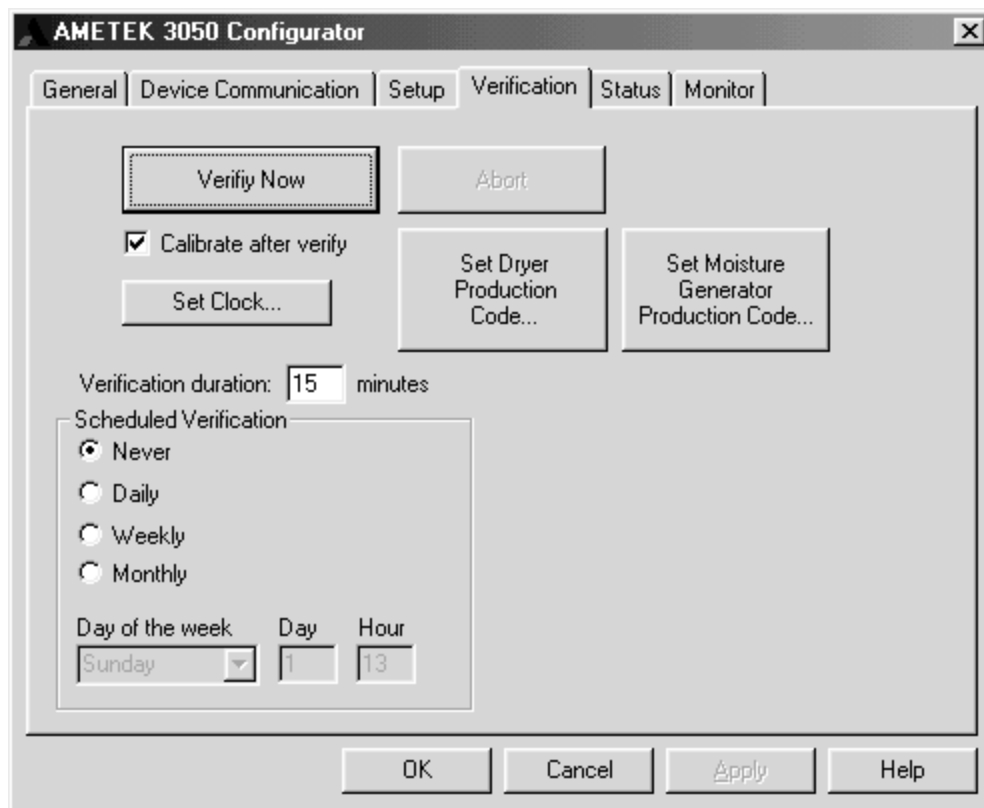

Figure 3.5. : Configurateur AMETEK 3050-OLV - Onglet Vérification
4. Définir les Réglages de vérification en ligne à l'aide de l'onglet Vérification. Se reporter en Figure 3.5.